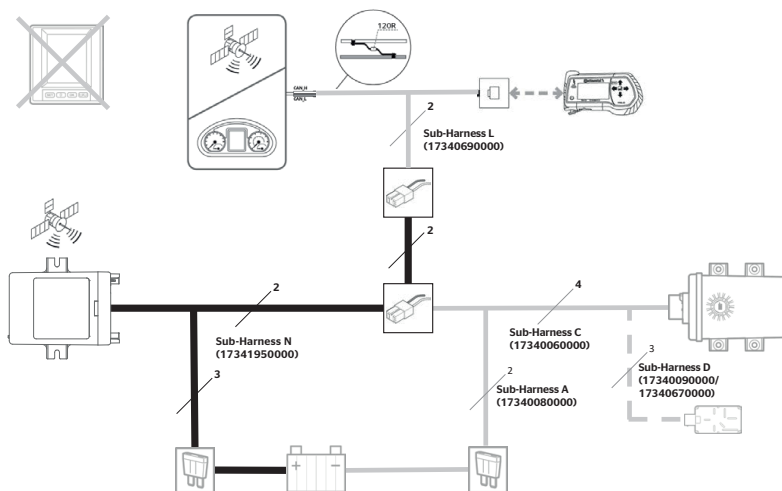

Fig. 2: Variant B
- ◆ Koble til kabelmatteene N og L som vist i **"Fig. 2: Variant B"**.